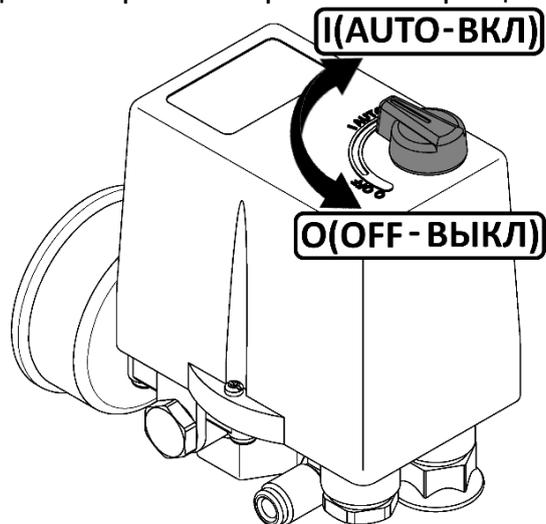

Рисунок 5
- Проверьте, чтобы выключатель на реле давления находился в выключенном положении "O" (рисунок 5).